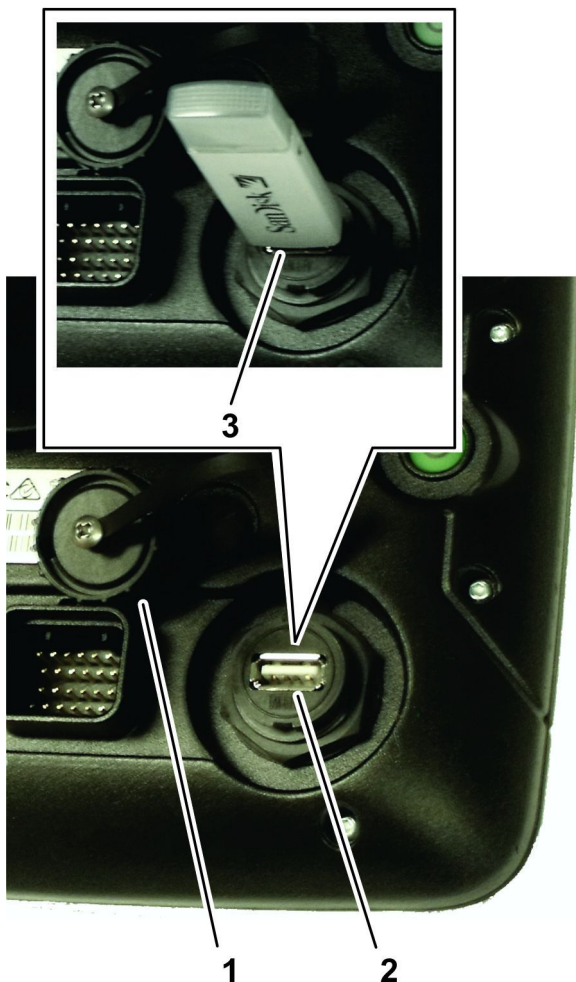

Bild 22
1. Entfernen Sie die Kappe für den USB-Anschluss, der sich unter der Stromtaste befindet (Bild 22).
2. Stecken Sie ein USB-Speichermedium in den USB-Anschluss ein (Bild 22).